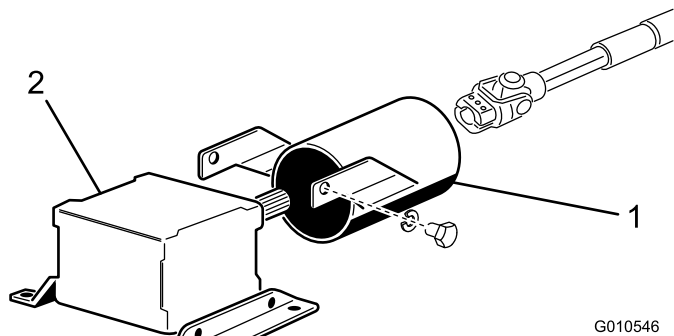

図 7
1. PTO ガード取り付けブラケットをギアボックスに固定しているキャップスクリュー (2本) とロックワッシャを外す (図 7)。
2. PTO シャフトガードを PTO シャフトに通し、図 7 のように位置決めする。